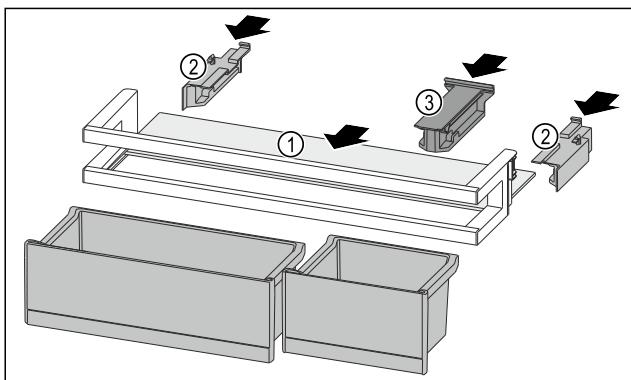

Fig. 135
► Вкарайте рафта Fig. 135 (1) в страничните прорези.
► Поставете страничните части Fig. 135 (2).
► Поставете задържащата част Fig. 135 (3).